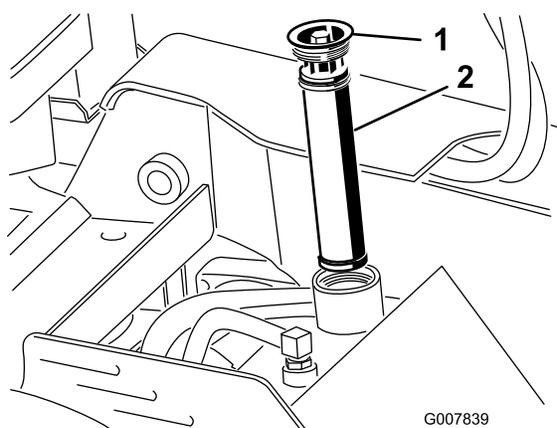

図 54
- 油圧オイルタンクの注油口周辺とキャップをきれいに拭き、ソケットレンチで補給口からキャップとフィルタを外す **図 54**。
5. 油圧オイルタンクのフィルタとキャップ 図 54を取る。
10. フィルタを取り付け、キャップ 図 54をして上部ボルトを13-15.5 N·m 2.3-2.8 kg·m = 110-140 in·lbにトルク締めする。